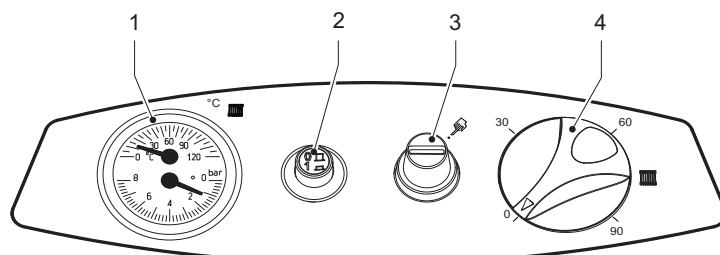

fig. 1 - Pannello di controllo
- Posizionare il termostato di regolazione caldaia (rif. 4 - fig. 1) al valore minimo.
- Posizionare il termostato di regolazione caldaia (rif. 4 - fig. 1) sul valore di temperatura desiderato (non meno di 50°).
Ruotando il termostato di regolazione 4 (fig. 1) in senso orario la temperatura dell'acqua di riscaldamento aumenta, in senso antiorario diminuisce. La temperatura può essere variata da un minimo di 30° ad un massimo di 90°. Consigliamo comunque di non far funzionare la caldaia al di sotto dei 45°.
Impostare tramite il termostato ambiente la temperatura desiderata all'interno dei locali. Su comando del termostato ambiente la caldaia si accende e porta l'acqua impianto alla temperatura impostata dal termostato di regolazione 4 (fig. 1). Al raggiungimento della temperatura desiderata all'interno dei locali il generatore si spegne.
La pressione di caricamento ad impianto freddo, letta sul termoidrometro caldaia (rif. 1 - fig. 1), deve essere di circa 1,0 bar. Qualora durante il funzionamento la pressione dell'impianto scendesse (a causa dell'evaporazione dei gas disciolti nell'acqua) a valori inferiori al minimo sopra descritto, l'Utente dovrà, agendo sul rubinetto di caricamento, riportarla al valore iniziale. A fine operazione richiudere sempre il rubinetto di riempimento.
Svitare il coperchio del termostato fumi (part. 3 - fig. 1) e premere il pulsante sottostante. In caso di ripetuti blocchi caldaia, contattare il più vicino centro assistenza.